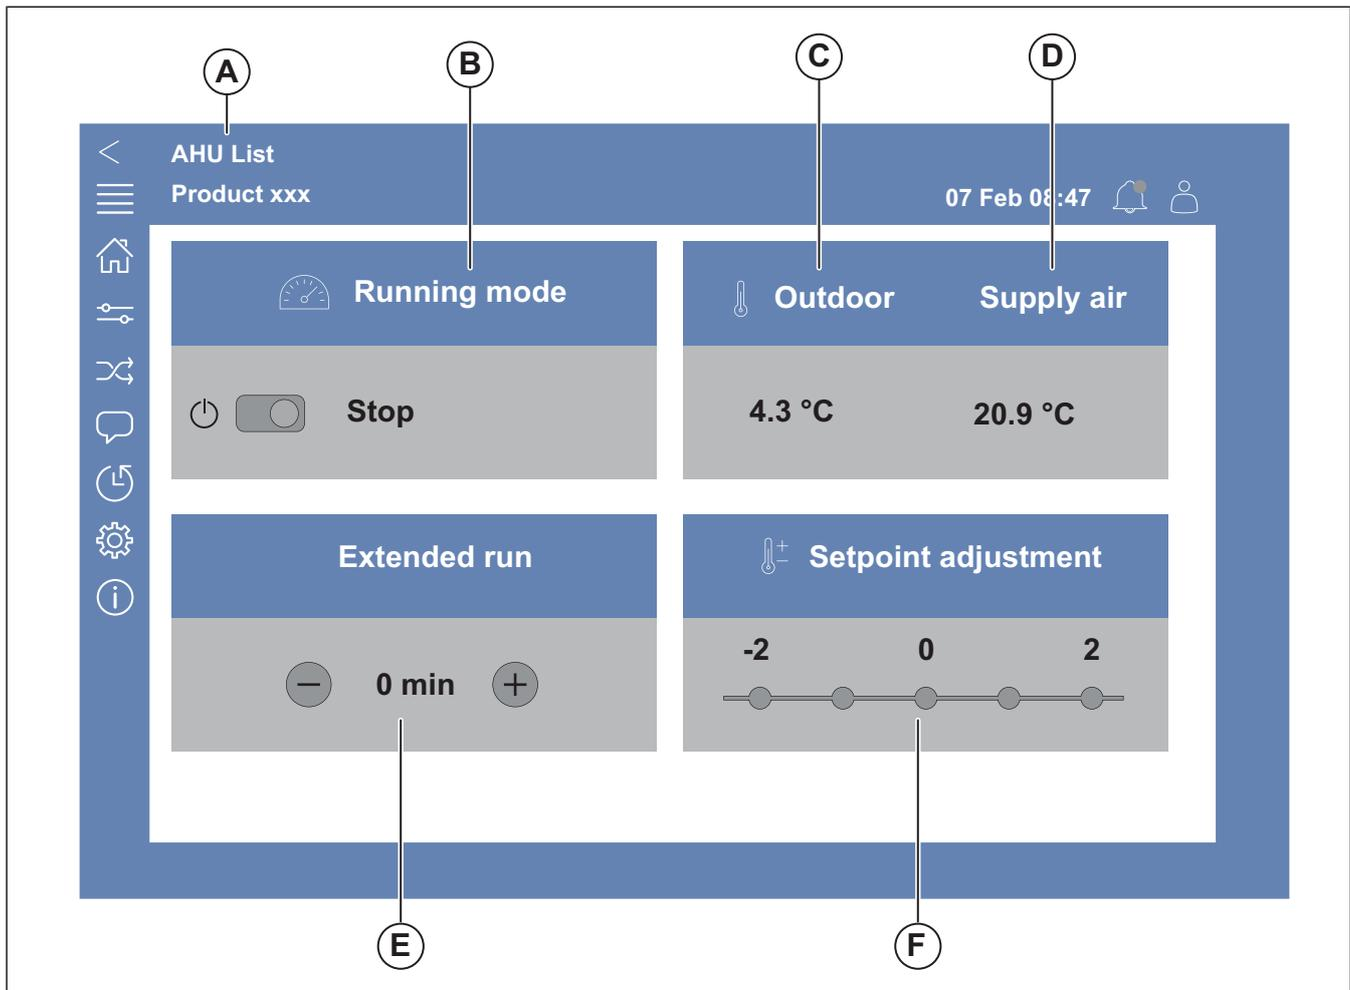

Fig. 1 Page d'accueil
- Appuyez sur la liste de CTA (A), reportez-vous à Fig. 1 Page d'accueil. Les produits disponibles sont affichés à l'écran.